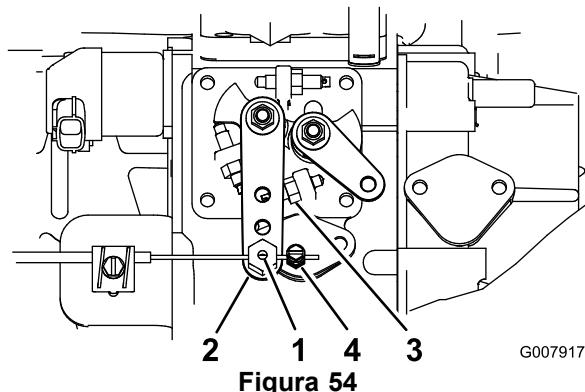

Figura 54
- Sujete la palanca de la bomba de inyección contra el tope de ralentí alto (Figura 54).
- Afloje el conector del cable del acelerador, en el cable del acelerador, junto a la palanca de la bomba de inyección (Figura 54).